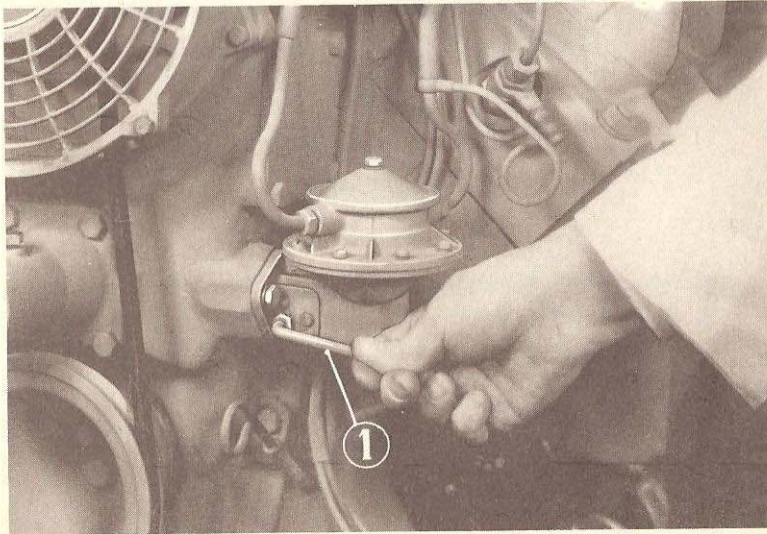

Fig. 6
- 3°) Déposer la vis de purge, raccord de retour de fuite, lequel raccord est situé sur le réservoir à combustible (fig.6).